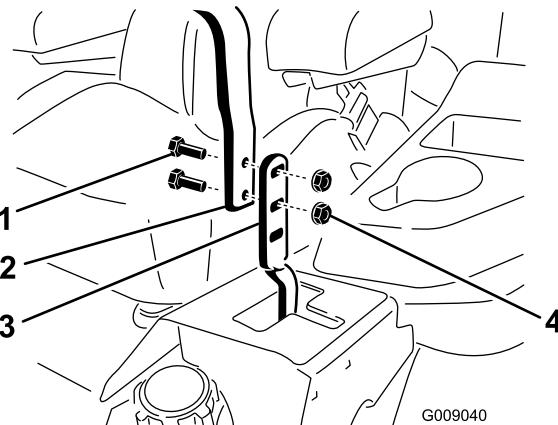

Figure 76
3. Desserrez les boulons et les écrous à embase situés dans les leviers (Figure 76).
4. Réglez l'alignement avant/arrière des leviers en les plaçant simultanément à la position POINT MORT, faites-les coulisser jusqu'à ce qu'ils soient alignés, puis resserrez les boulons (Figure 76).